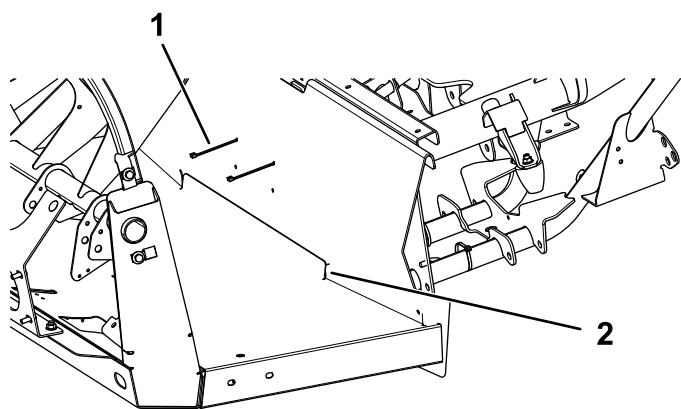

図 23
3. フラップを折り曲げてフロアフランジの後ろに入れる 図 23。
4. ケーブルタイ2本でフラップをセンターフレームのチューブに固定する 図 23。